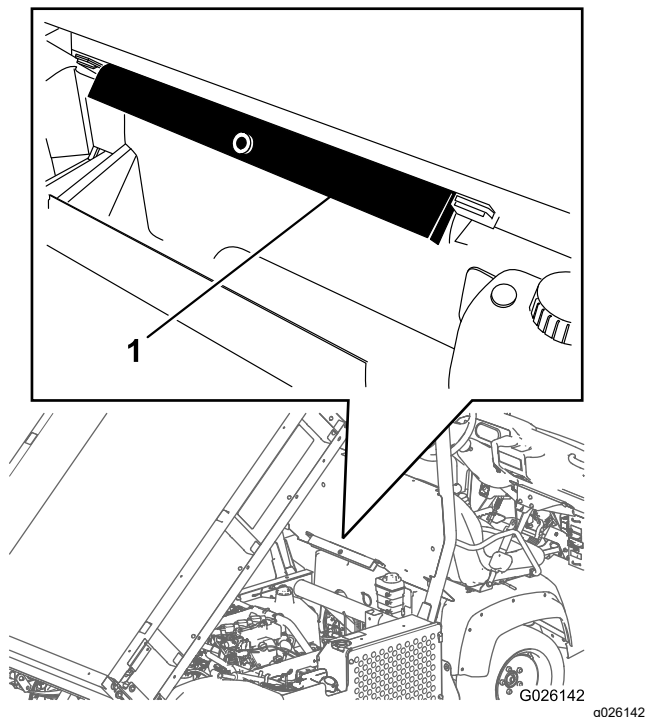

Figura 31
2. Retire el soporte de la plataforma de los soportes situados en la parte trasera del panel de protección anti-vuelco (Figura 31).